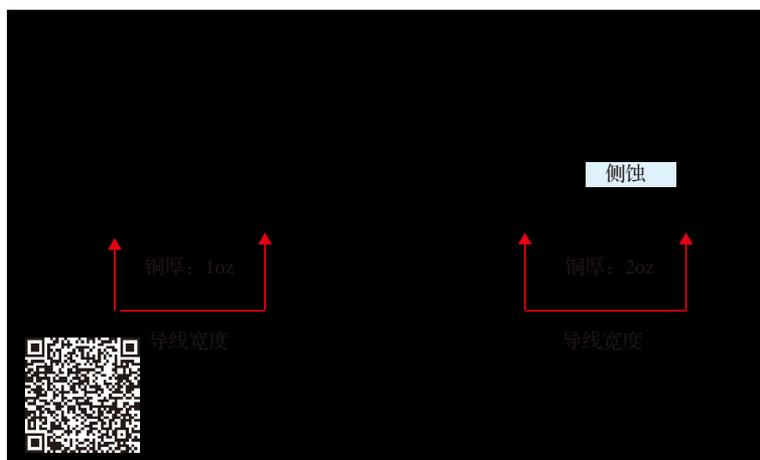
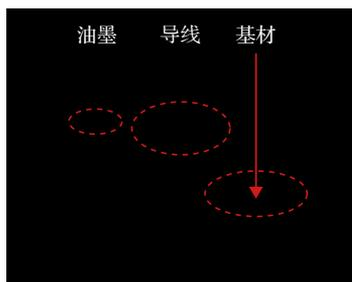

图 5-3 不同铜箔厚度导线蚀刻剖面对比图
图 5-4 实物 PCB 线路横切面图
(1)侧蚀: 在蚀刻过程中, 蚀刻液逐渐腐蚀目标区的铜箔, 并随着铜箔变薄填满线隙。同时, 蚀刻液与导线侧面接触, 导致侧面铜箔随时间推移而出现不同程度的侵蚀, 这种侵蚀导线侧面铜箔的现象, 称为侧蚀, 如图 5-3 所示 (扫描图中二维码可查看蚀刻与线宽、线距的关系视频)。任何一条导线经过蚀刻后, 都会有侧蚀现象存在, 实物 PCB 线路横切面呈正梯形, 如图 5-4 所示。